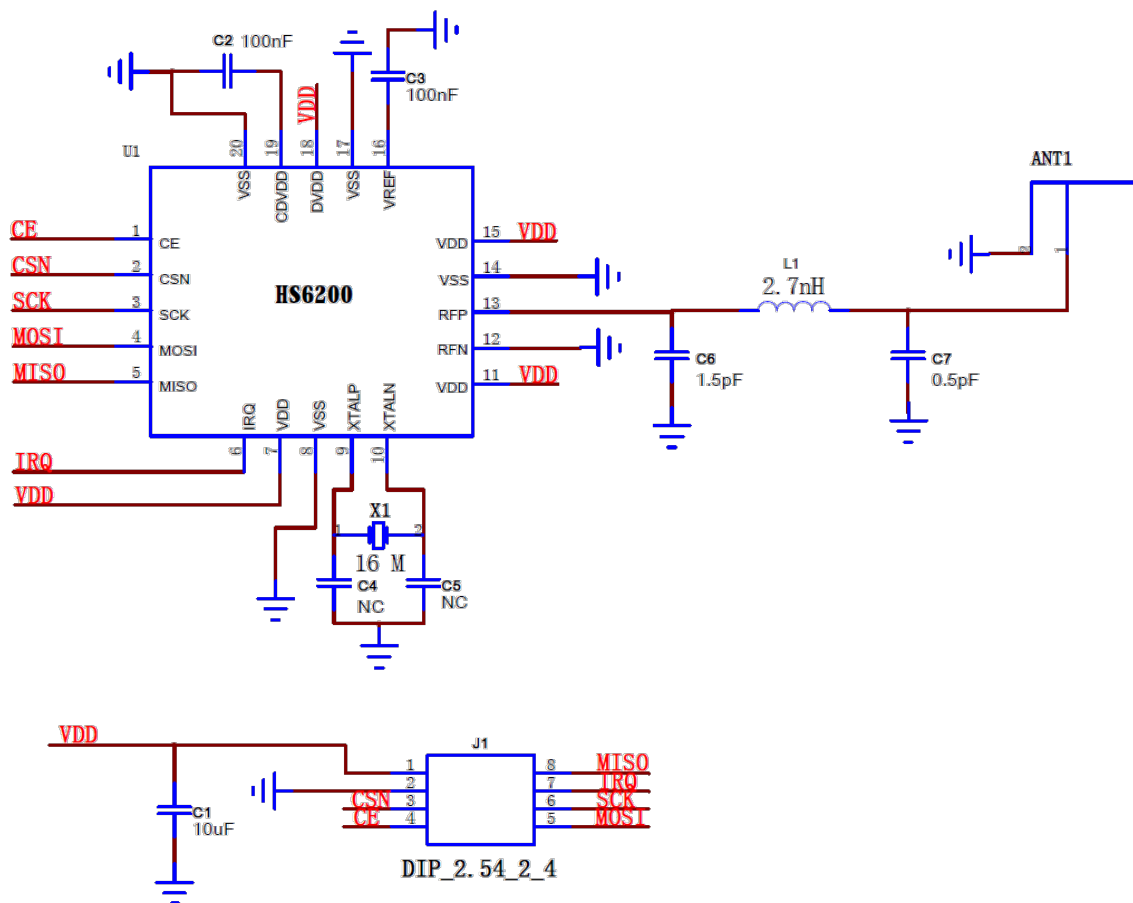

图 2.2 过 FCC/CE 原理图
(2) 要求过 FCC 或 CE 标准, 天线的匹配网络采用 3 个器件, C6, C6=1.5pF, C7, C7=0.5pF, L1, L1=2.7nH, 具体如图 2.2 所示。